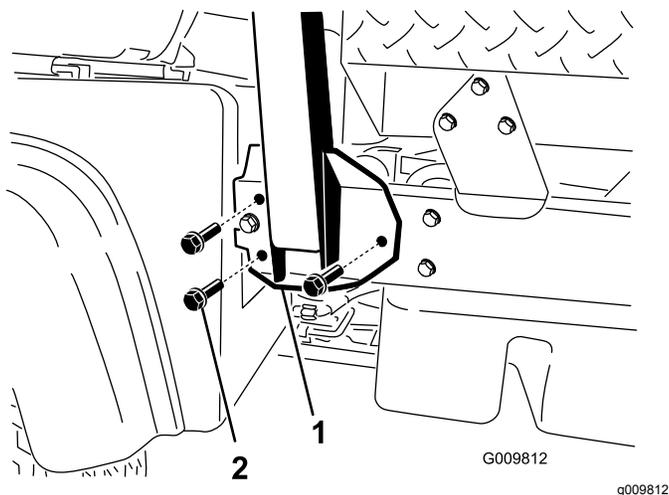

図4
1. ROPSの各サイドを、図4のように車両の左右のフレームの取付け穴に揃える。